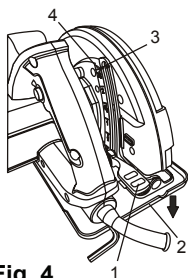

Fig. 4
Levez le levier de réglage de la profondeur (1) (figure 4).